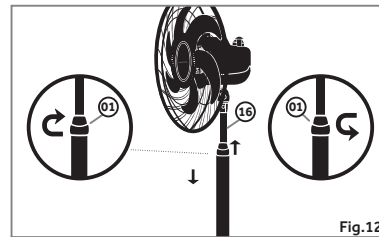

Fig.12
Para regular a altura da coluna afrouxe a porca de regulagem (01) e escolha a altura desejada. Segure firme a coluna A (16) e aperte a porca de regulagem (01). Fig.12.